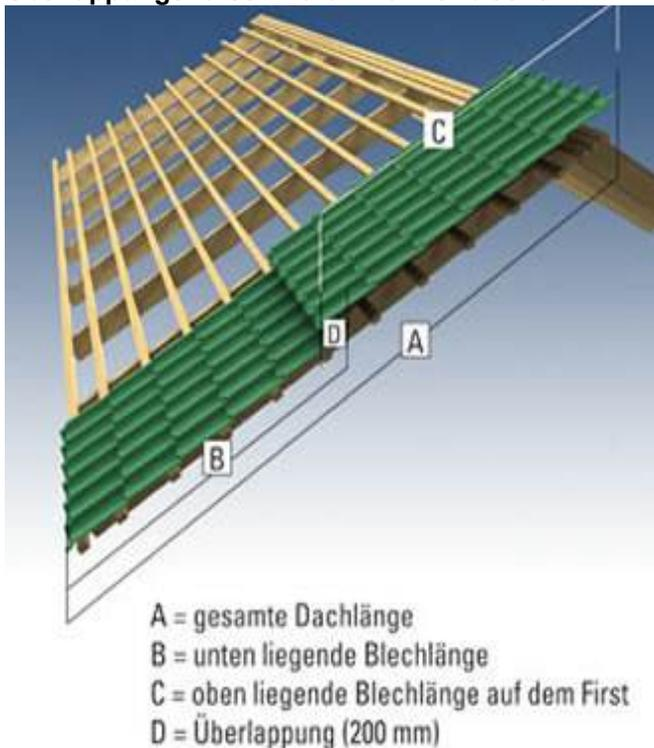

Abb. 9
*Dieses Maß zur Hauptplattenlänge addiert, ergibt die Gesamtplattenlänge, vorausgesetzt die Montage erfolgt in einer Plattenlänge. Andernfalls Überlappungsvorschrift (Abb. 9) genau beachten!